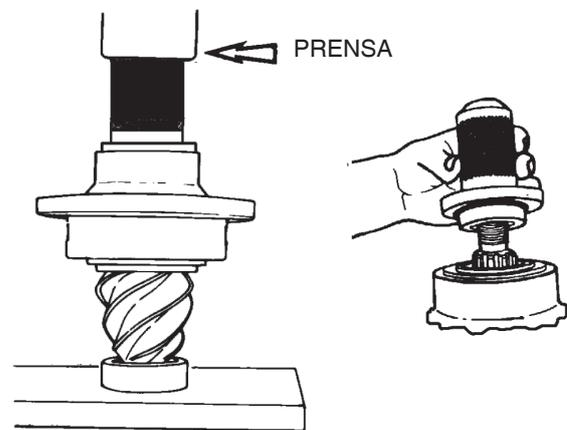

Figura 57
- K. Monte o novo vedador do pinhão, utilizando uma ferramenta adequada. (Figura 57);